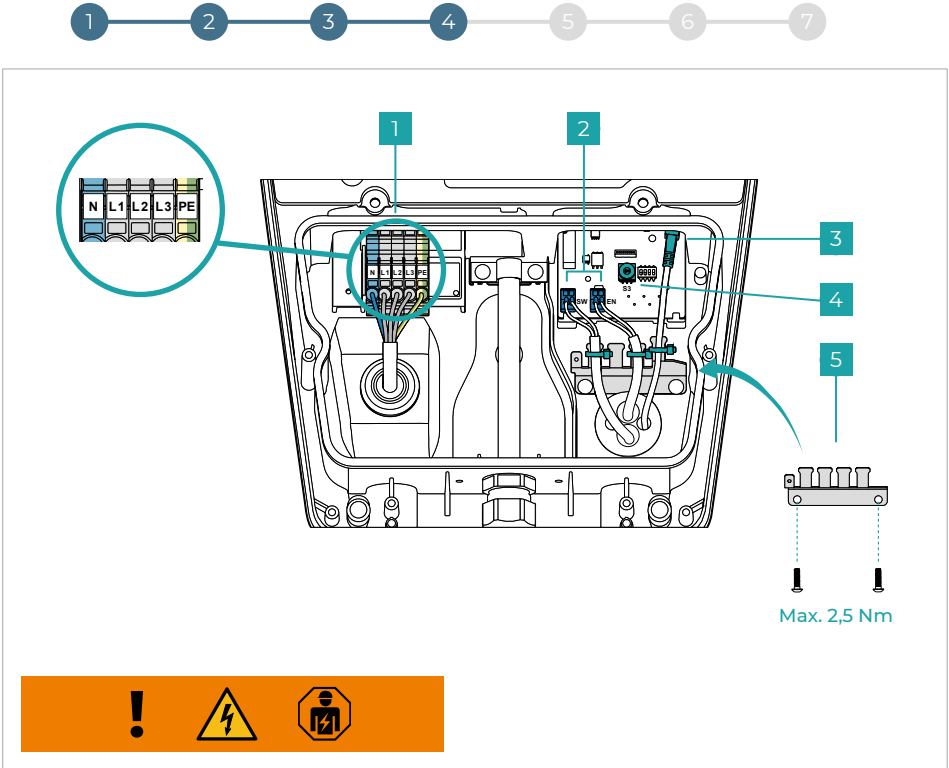
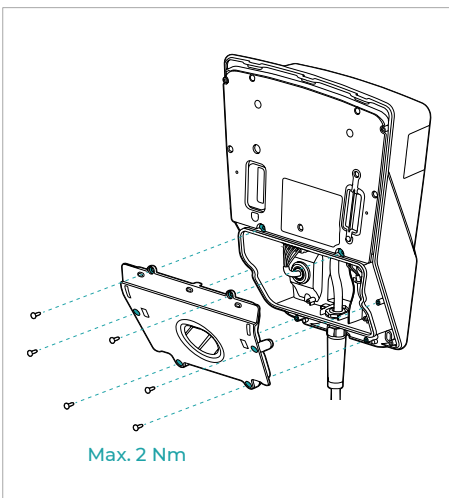

Fig. 6
Fig. 7
Som tillval kan en extern spärranordning (t.ex. nyckelbrytare) anslutas till det interna gränssnittet (**fig. 6 - nr 2 - EN-gränssnitt**).
- Förbered nätmatningsledningen (\varnothing 10-20 mm/ max. 5*6 mm²) och anslut den som i **fig. 6 - nr 1**. I figuren visas nätanslutningen med tre faser. För att ansluta laddningssystemet via en fas i nätet ska N, L1 och PE användas.
- Konfigurera max. laddningsström till mellan 6 A och 16 A med hjälp av vridbrytaren S3 som i **fig. 6 - nr 4**. 0 = 6 A (förinställning), 1 = 8 A, 2 = 10 A, 3 = 12 A, 4 = 14 A, 5 - 9 = 16 A
- Tillval: Förbered dataledningarna (digital ingång (EN)/utgång (SW) och LAN) och anslut dem som i **fig. 6 - nr 2 & 3**. Ta bort kabelbryggan om en extern spärnanordning ska anslutas via den digitala ingången.
Montera dragavlastningen som i **fig. 6 - nr 5** och fixera dataledningarna med buntband. Montera den nedre kåpan på laddningssystemet som i **fig. 7**.
Använd datagränssnittet EN som visas i fig. 6 - nr 2.